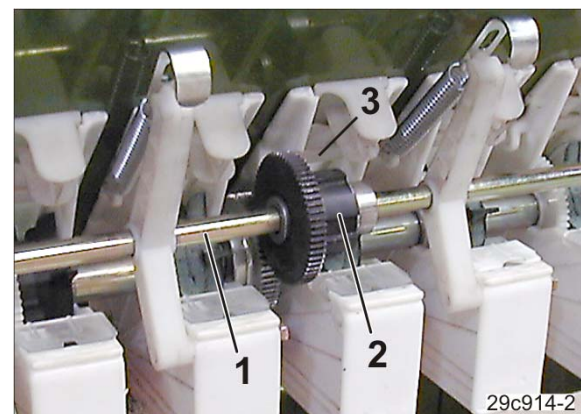

Fig. 78
- wird die Kupplung (Fig. 78/2) von einem Hebel (Fig. 78/3) betätigt
- bleibt die Antriebswelle (Fig. 78/1) der Fahrgassensräder stehen